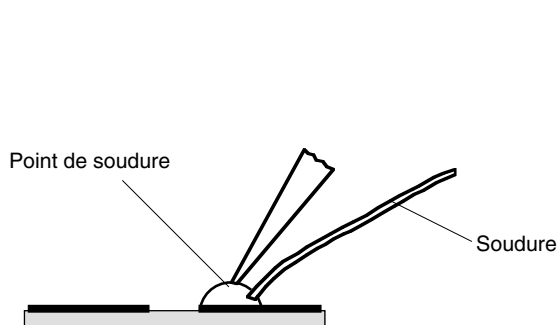

Fig. 3
3. Aspirer les restes de soudure sur le circuit. Poser une pointe de soudure (Fig. 3).